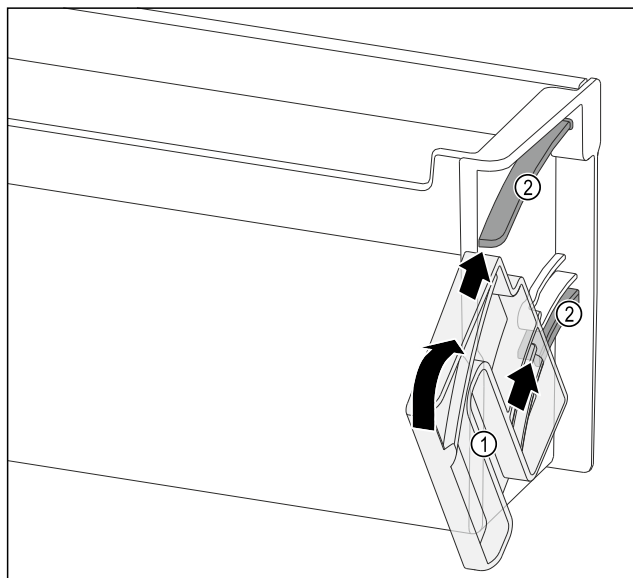

Fig. 136
- Okretnu jedinicu Fig. 136 (1) pozicionirajte tako da su otvori točno nasuprot vodećih kanala Fig. 136 (2) police u vratima.
- Okrenite okretnu jedinicu Fig. 136 (1) u navedenom smjeru.